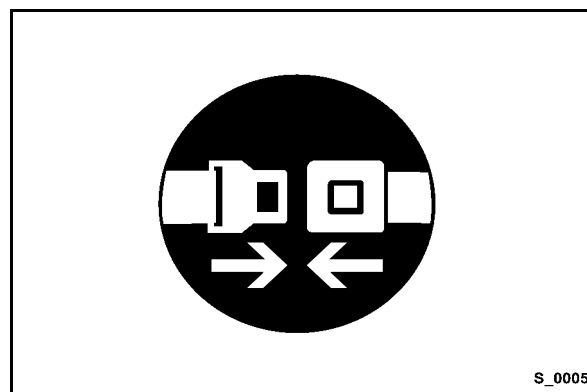

Fig. 46
- Boucler la ceinture de sécurité (Fig. 46).